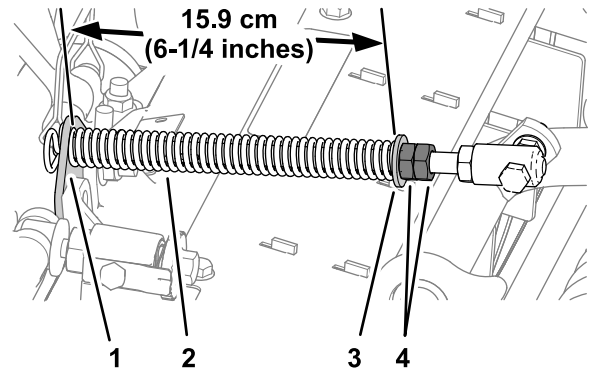

Figura 16
3. Aperte as porcas sextavadas na extremidade dianteira da haste da mola até que o comprimento da mola em compressão seja de 15,9 cm, como se mostra na Figura 16.